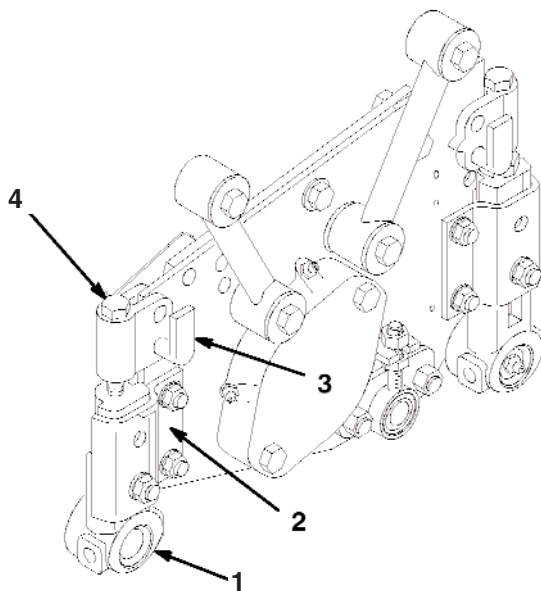

Bild 1
- Entfernen Sie die zwei Sicherungsmuttern, mit denen jedes Profilteil am Schneidwerk befestigt wird (Bild 1).
- Entfernen Sie die Schnitthöhen-Einstellstifte (Bild 1).
- Stecken Sie das Ende der Walzenwelle mit dem kleinen Durchmesser in die weiße Büchse am Walzenbügel (Bild 1). Stellen Sie dabei sicher, dass die Bundseite der Nylonbüchse nach innen in Richtung Walze gerichtet ist. Das Sechskant des Walzenbügels muss mit dem Sechskant der Einstellmutter abgestimmt sein.